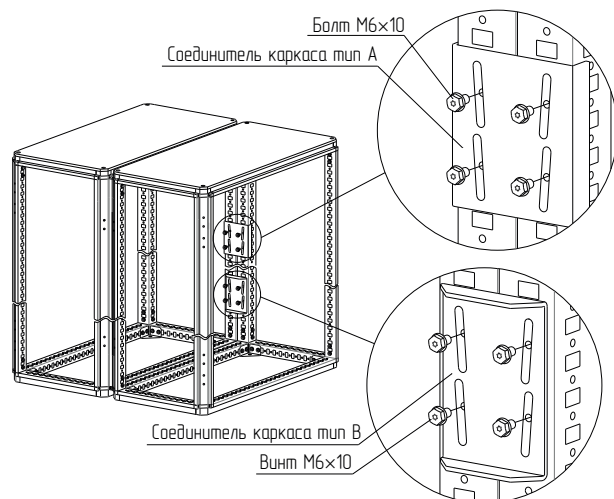

Рисунок 49
4.18.5 Установите соединительные пластины в местах, необходимых для стягивания каркасов, вкрутив по 4 болта самонарезающего М6×10 в каждую пластину на 3 – 4 оборота (рисунок 49). Пластины должны быть равномерно распределены по высоте вдоль стоек каркаса.